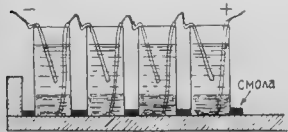

Рис. 6.
8) Заготовить основную панель с дырами. Диаметр больших отверстий можно взять 7—10 мм, рис. 6 «с».
При устройстве батарей анода всего удобнее все элементы установить на небольшом расстоянии друг от друга в неглубоком ящике или даже просто на доске и промежутки между ними залить на высоту, например, 10—15 мм смолы с примесью воска или хотя бы вазелином, гипсом и т. п., как то видно из рис. 6, благодаря чему сосуды элементов будут уже закреплены неподвижно.
Устройство их следующее: берут плоское блюдо или фоторадиическую чашку (см. рис. 6), на дно кладут самый толстый медный или свинцовый лист (можно применить стальной или фольгу), от которого делают вывод изолированной проволокой; на означен-